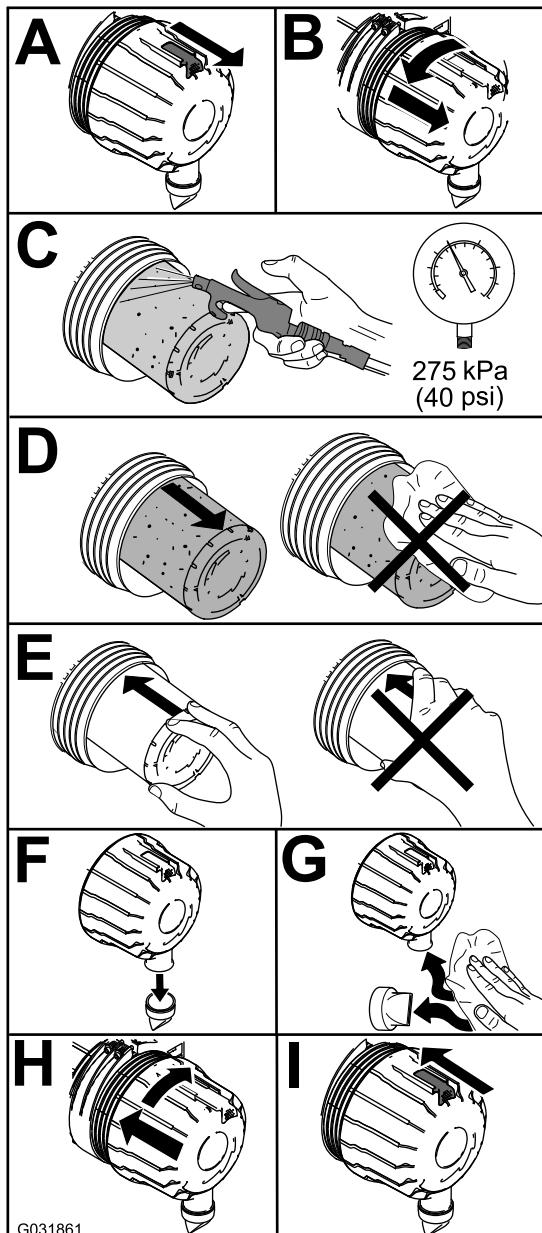

Figura 46
1. Sostituite il filtro dell'aria (Figura 46).